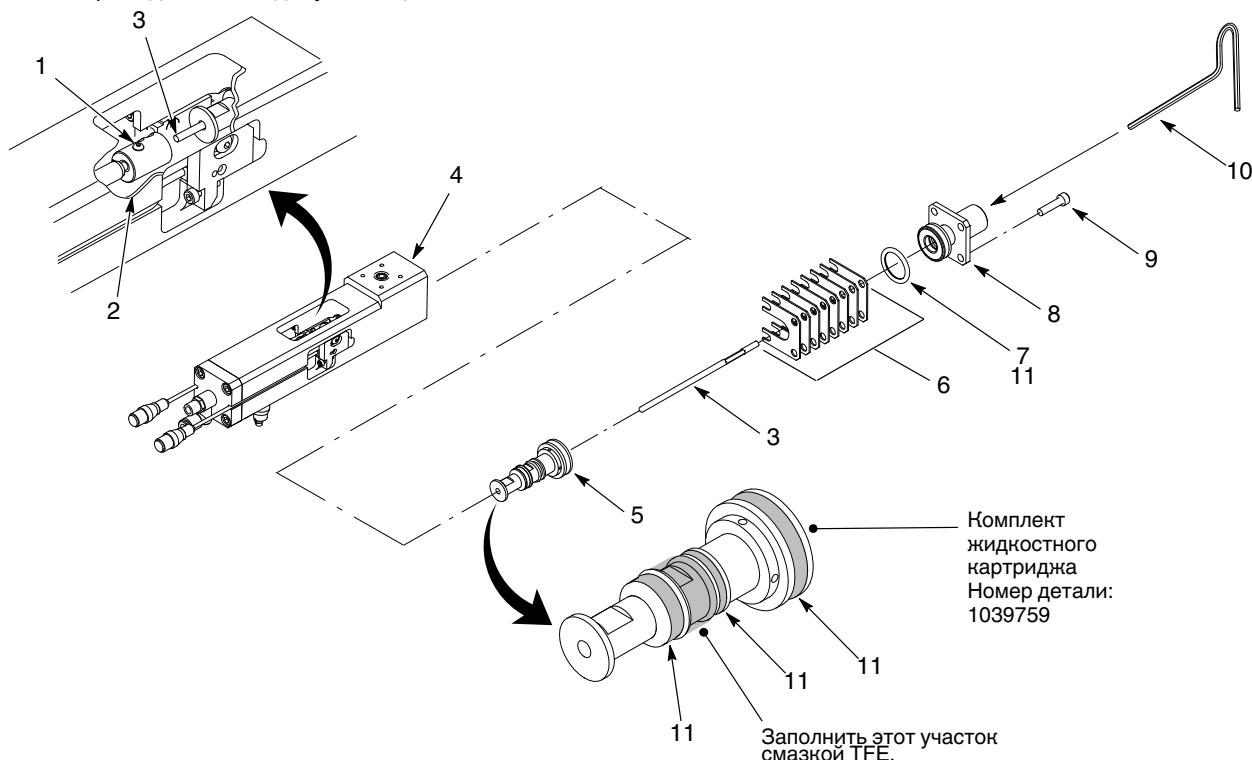

Рис. 1 Жидкостный картридж, замена
- См. рис. 1. Ослабить винты муфты (1).
- Задействовав-выключив пистолет, освободить иглу (3) из муфты (2).
- Выдавить иглу (3) при помощи отвертки с плоским жалом. Используя щипцы-тонкогубцы, извлечь иглу из переходника сопла (8).
- Вывернуть винты (9) крепления переходника сопла (8) и снять прокладки (6) с корпуса пистолета (4). Проверить уплотнительное кольцо (7) сопла на наличие повреждений и заменить, если необходимо.
- Вынуть жидкостный картридж (5) из корпуса пистолета (4).
- См. рис. 1. Нанести на уплотнения и указанный участок на новом жидкостном картридже (5) смазку TFE (11). Вставить жидкостный картридж в корпус пистолета (4).
- Нанести состав для стопорения резьбовых деталей на винты (9). Нанести на уплотнительное кольцо (7) смазку TFE (11).
- Поставить прокладки (6) и сопло (8), используя винты (9). Затянуть винты моментом $13,2 \pm 1,3 \text{ Н}\cdot\text{м}$ ($9,7 \times \pm 1$ фут-фунта).
- Аккуратно вставить иглу (3) через сопло (8). Используя ключ-шестигранник малого диаметра (10), протолкнуть иглу до упора в муфту (2).
- Затянуть винты (1) муфты моментом $0,75 \text{ Н}\cdot\text{м}$ (7 дюйм-фунтов).